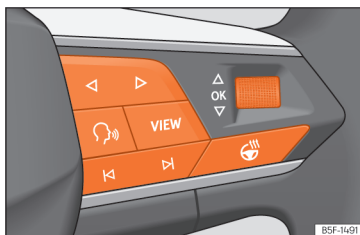

Abb. 9 Rechte Seite des Multifunktionslenkrads: Bedienelemente für die Menüs und Informationsanzeigen im Kombi-Instrument (modellabhängig).
Solange eine Warnung der Priorität 1 vorliegt, » S. 25, kann auf kein Menü zugegriffen werden. Einige Warnmeldungen können über die Taste **OK** am Multifunktionslenkrad bestätigt und ausgeblendet werden » (Abb. 9).
- Falls eine Meldung oder das Fahrzeug-Piktogramm angezeigt wird, drücken Sie die Taste **OK** **»» [Abb. 9]**; ggf. mehrere Male.